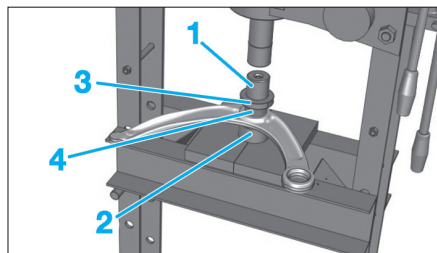

Fig. 16
- Positionner l'articulation élastique (4) entre la presse et le bras inférieur et intercaler, une cloche d'appui (1) une butée de montage (3) et un tampon de montage (2) adaptés (Fig.16).